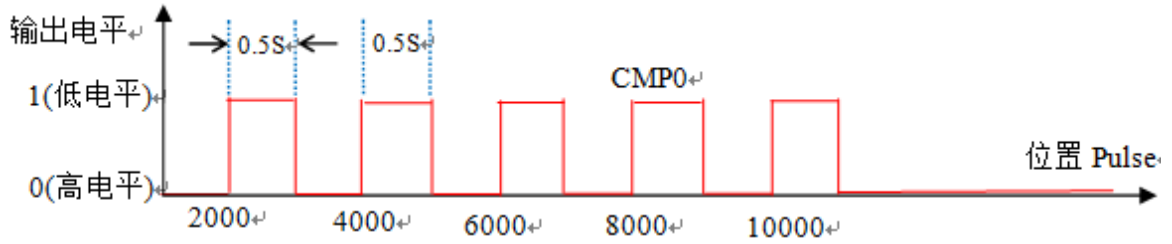

图 9.22 输出电平示意图
**运行结果：**当 0 号轴运动经过位置 2000、4000、6000、8000、10000Pulse 时，CMP0 端口（OUT16）输出低电平，持续 500ms，如图 9.22、9.23 所示。